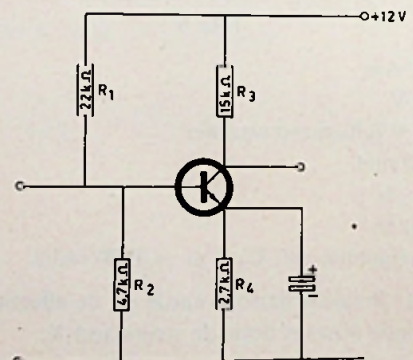

FIG. 11
2. Van de transistor in fig. 11 bedraagt de gelijkspanning tussen basis en emitter  $U_{bc} = 0,7 \text{ V}$ .